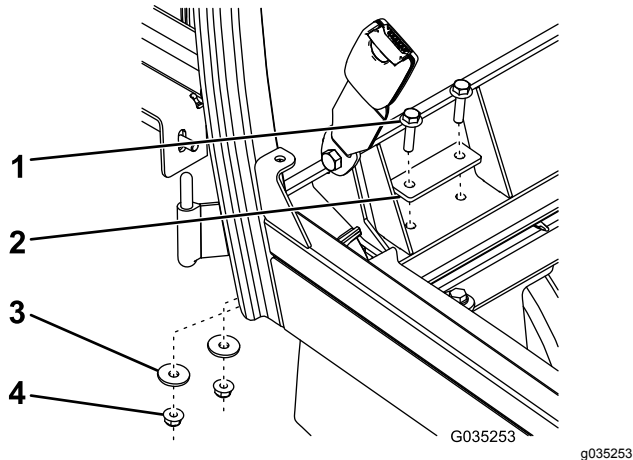

Figur 12
- Monter førerhusrammesidene til maskinen ved hjelp av seks sekskantbolter ($\frac{3}{8}$ x $1\frac{1}{4}$ tomme), seks skiver ($\frac{3}{8}$ tomme) og seks flensmuttere ($\frac{3}{8}$ tomme), som vist i Figur 12.